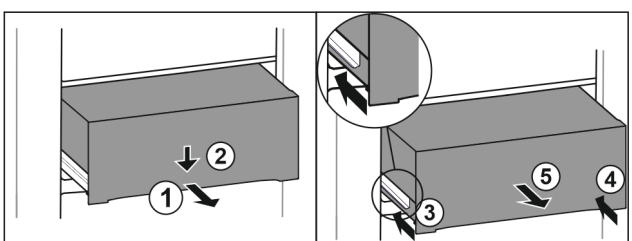

Fig. 130
- ▶ Schubfach halb herausziehen. Fig. 130 (1)
- ▶ Schubfach an der Vorderseite nach unten drücken. Fig. 130 (2)
- ▶ Linke Schiene etwa 2 cm einschieben. Fig. 130 (3)
- ▶ Rechte Schiene etwa 2 cm einschieben. Fig. 130 (4)
- ▶ Schubfach nach vorne entnehmen. Fig. 130 (5)